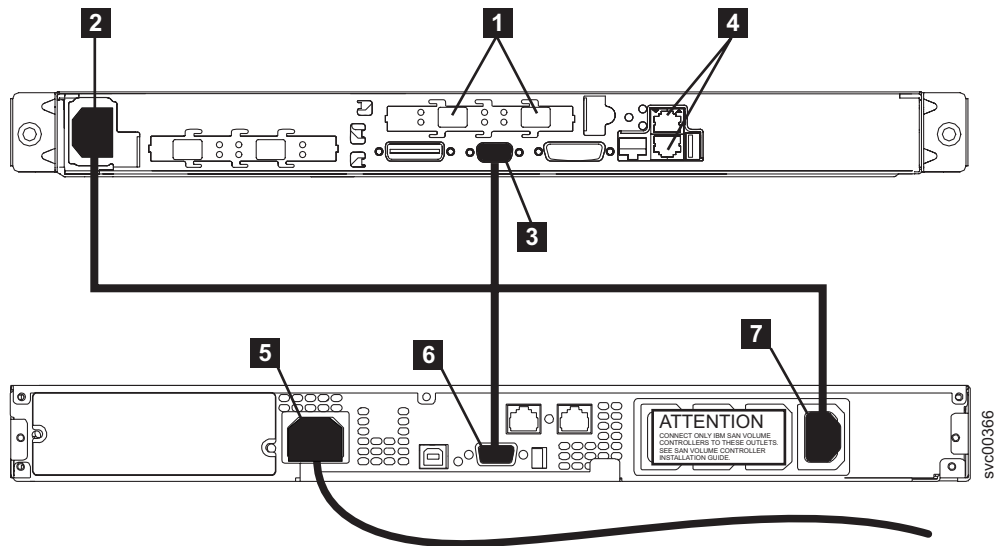

図 42. SAN ボリューム・コントローラー 2145-4F2 の電源ケーブルを 2145 UPS-1Uに接続します。
1. SAN ボリューム・コントローラー 2145-4F2の背面で、電源/シリアル複合ケーブルを電源コネクタ (図 42 の **2**) に差し込んでください。